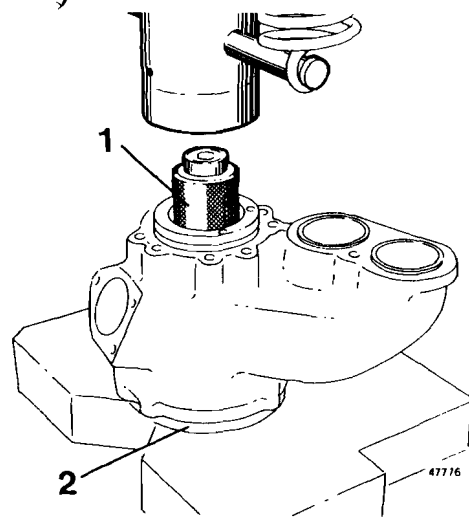

Fig. 248
- 16 Engrasar el retén del eje. Poner el retén en el extremo del eje e introducir el retén*, véase fig. 248.